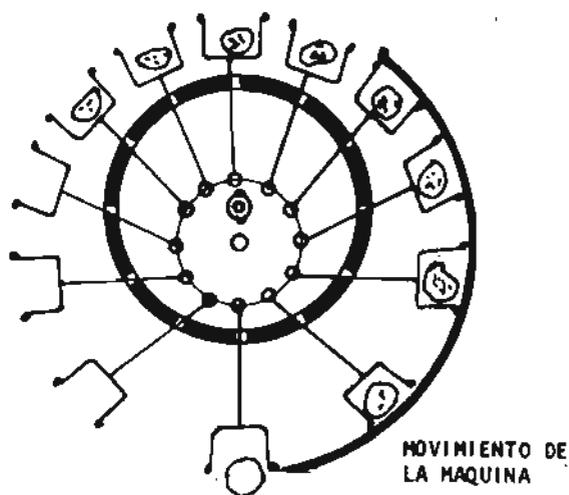

Fig. 3
*Sistema de rueda alimentadora vertical (fig. 3).*